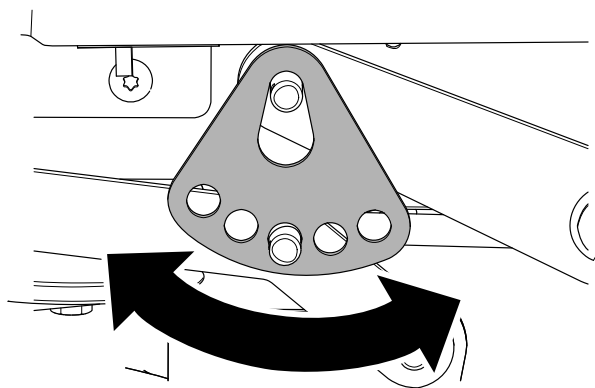

Figura 70
7. Rotiți placa pentru înălțimea de tăiere în alt orificiu, astfel încât să suporte greutatea punii mainii de tuns iarbă după ce montați placa (Figura 70).
8. Montai aiba i tiftul în formă de agrafă (Figura 70).